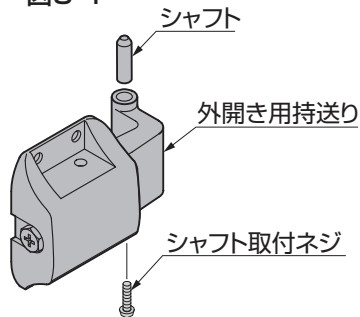

図3-5 シャフト取外し図
- ②調整金具のシャフト取付ネジを外し、シャフトを抜いてください。(図3-5参照)